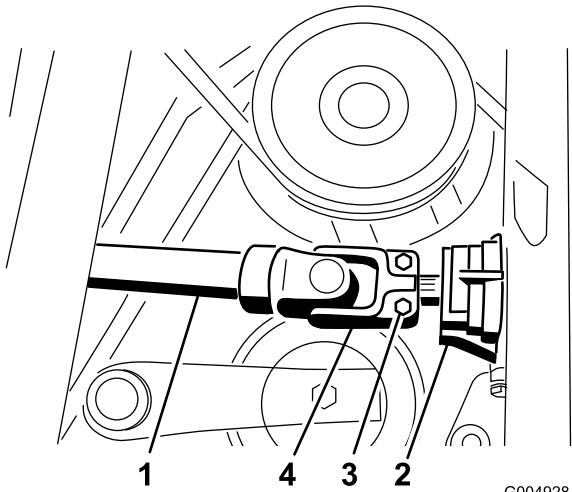

Рисунок 87
43. Наденьте ведущий вал на вал редуктора (Рисунок 87). Установите цилиндрический штифт и затяните болты с моментом 20-25 Н·м.